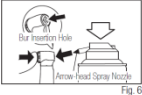

Fig. 6
- Lubricate the chuck directly through the bar insertion hole. (Fig.6)
- Смазывайте цангу в течение 2-3 секунд непосредственно через отверстие зажима цанги. (Рис.6).
(Рис.6).